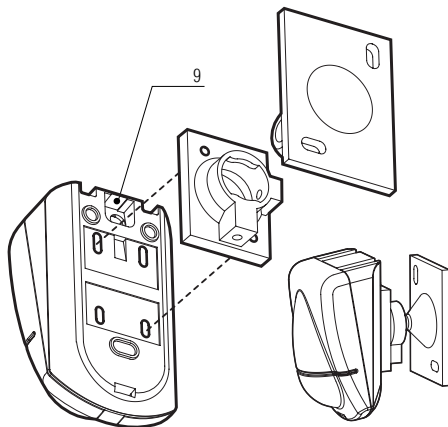

Рис.6
Для ввода проводов при настенной установке предусмотрена выламываемая перегородка (9) (рис.6)
- б) настенная на кронштейне (дополнительная возможность установки на "универсальный" кронштейн", рис.6)